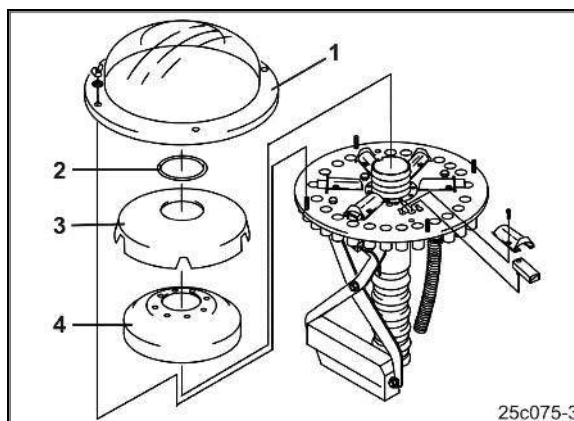

Рис. 145
- Семяпроводы (Рис. 145/1) сошников технической колеи должны быть закреплены на тех выпускных отверстиях, которые могут закрываться при помощи заслонок (Рис. 145/2).
Для создания двух колеи в распределительной головке может закрываться следующее количество заслонок на одну колею (Рис. 145/2):
- Неиспользуемые заслонки (Рис. 145/2) деактивируйте.